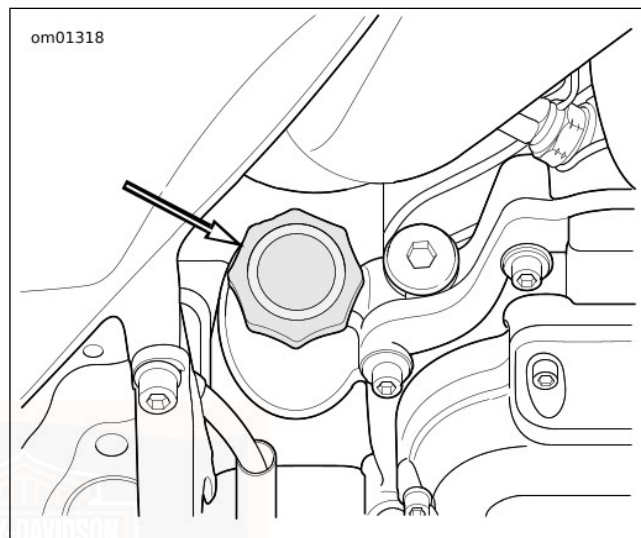

Abbildung 84. Motoröl-Einfüllverschlussstopfen
2. Siehe Abbildung 84. Den Motorölstand prüfen.
3. Siehe Abbildung 84. Ölstand prüfen.